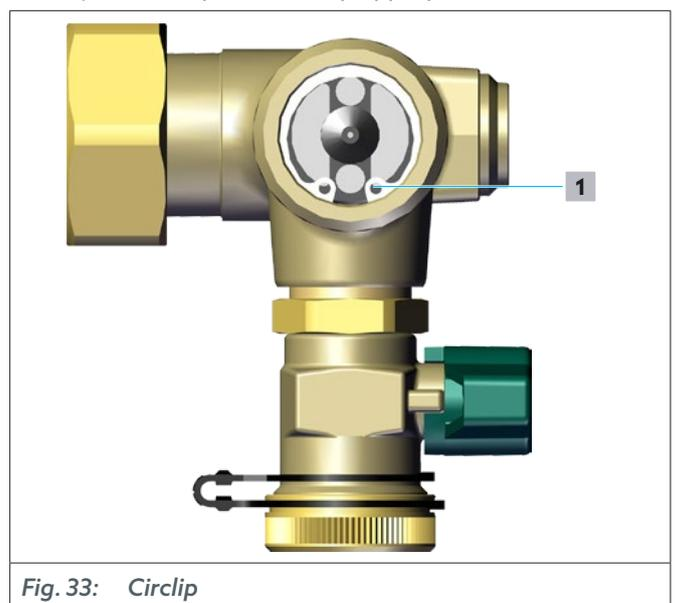

Fig. 33: Circlip
- 1** Desserrer le circlip (position **1** sur la Fig. 33 en page 50) avec une pince à circlip appropriée.
- 2 Mettre en place le circlip (position 1 sur la Fig. 33 en page 50).